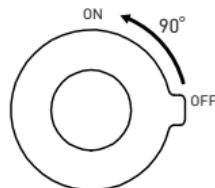

Рис. 3
- 3.1 Предохранительная кнопка температуры [10], которая находится в ручке регулировки температуры с правой стороны [11], не позволяет детям случайно изменить температуру воды, защищая их тем самым от ожогов (Рис. 3). Если понадобится температура воды выше 38°C, передвиньте предохранительную кнопку во внешнем направлении (влево) и, придерживая ее, поверните ручку вверх (как показывает стрелка с плюсом). Если кнопку отпустить, она автоматически вернется к максимальной настройке 38°C, как только повернуть ручку в противоположном направлении.
- 3.3 Ручка регулировки вытекания [15] – поворот ручки вниз ведет к увеличению вытекания воды из смесителя (Рис. 3), согласно обозначениям на ручке. Поворот ручки вверх перекрывает вытекание воды.